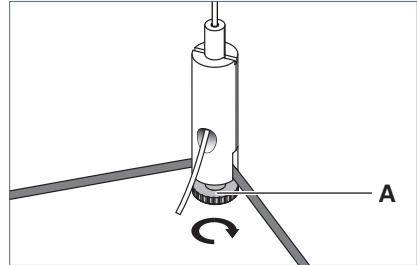

Fig. 19: Leuchte ausrichten.
- ▶ Um die Leuchte auszurichten, lösen Sie die Schraube **A** am Drahtseilhalter, siehe Fig. 19.